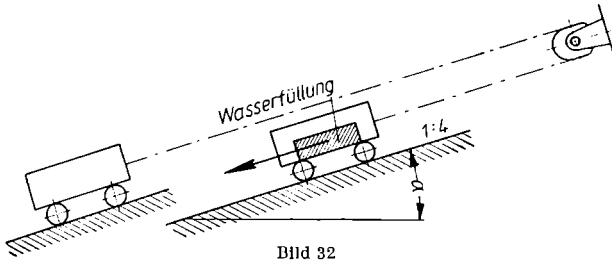

Bild 32
40. Eine Bergbahn von der Steigung 1 : 4 wird so betrieben, daß ein aufwärts fahrender Wagen mit einem abwärts fahrenden durch ein Drahtseil verbunden ist, das um eine auf der Bergspitze angeordnete Führungsrolle läuft (Bild 32). Der Antrieb des zu Tale fahrenden Wagens erfolgt durch eine auf Bergeshöhe eingelassene Wasserfüllung von 1,3 m³. Das Eigengewicht der Wagen beträgt je 7000 kp; der Fahrwiderstand der Reibung, in der Schrägrichtung gemessen, an beiden Wagen zusammen 120 kp. Das Gewicht des Drahtseils wurde vernachlässigt.